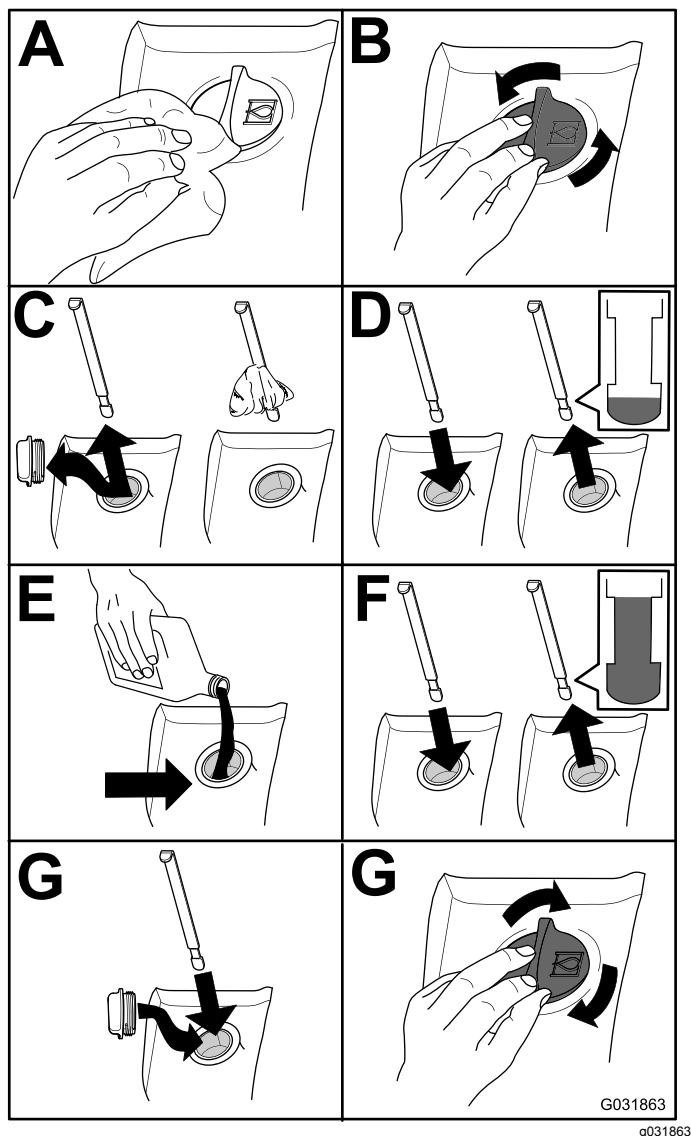

Figura 103
2. Compruebe el nivel de fluido hidráulico (Figura 103).